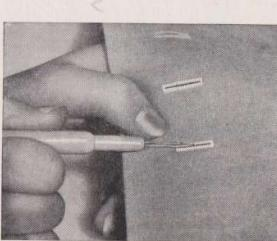

Fig. 27.
10. Skär försiktigt upp knapphålet med knapphålskniven (S.15399 omslaget) som finns i apparatasken (fig. 27).